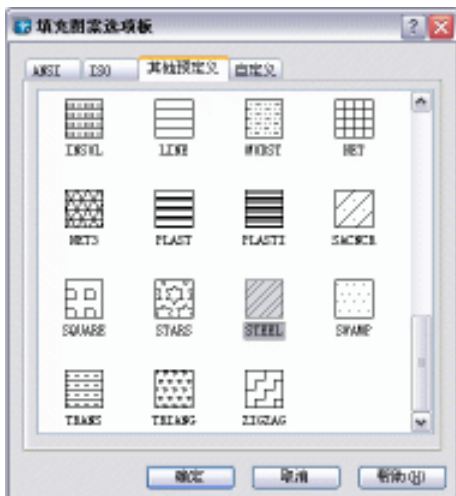

图 4-6-8
STEP 02 在该对话框中的“图案”下拉列表框后单击...按钮，系统打开如图 4-6-8 所示“填充图案控制板”对话框，在该对话框中选择 STEEL 图案，单击“确定”按钮。